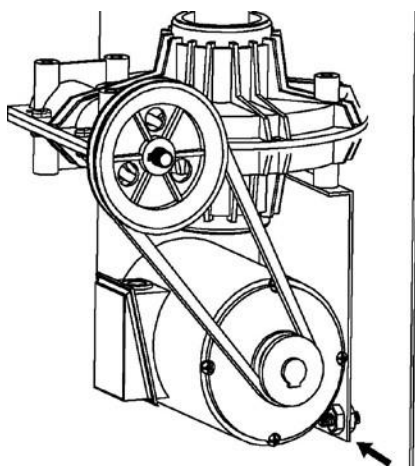

Рис. 11
- 7) При снижении мощности проверьте натяжение ремня. Для этого снимите крышку с левой стороны корпуса и отрегулируйте натяжение ремня специальным винтом (рис. 11)